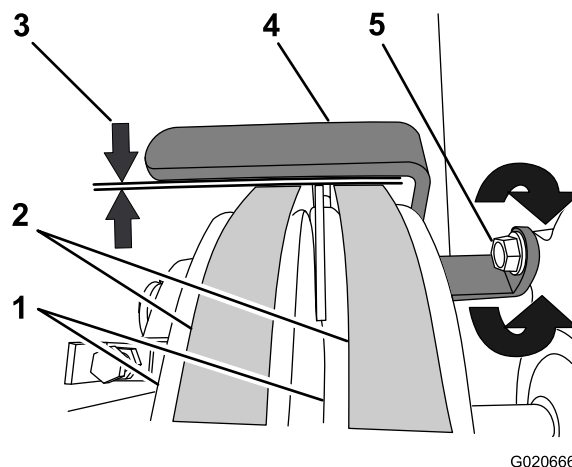

Figura 40
- Compruebe que la holgura entre la guía de las correas y las correas es de 2.5 a 4.0 mm (3/32 a 5/32 pulgada); consulte Figura 40.
- Afloje la tuerca que sujeta la guía de las correas al motor (Figura 40).
- Mueva la guía de las correas hacia arriba o hacia abajo hasta que quede una holgura de 2.5 a 4.0 mm (3/32 a 5/32 pulgada) entre la guía y cada correa (Figura 40).
- Apriete el perno que sujeta la guía de las correas al motor (Figura 40).